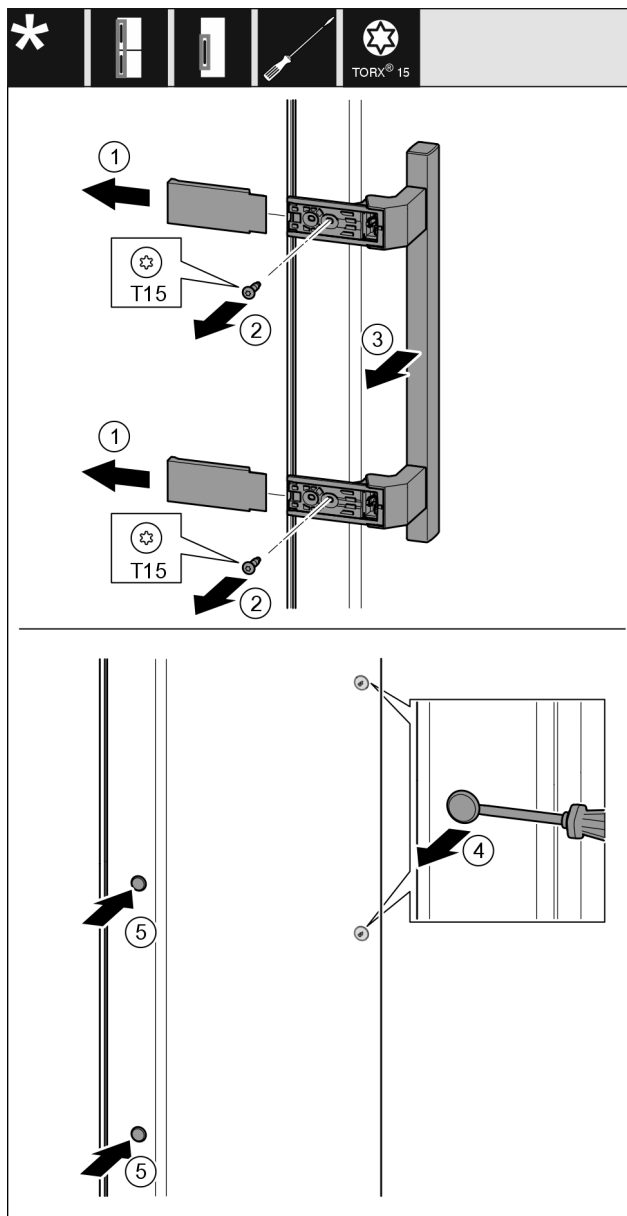

Fig. 8
- ▶ Снимите крышку. Fig. 8 (1)
- ▶ Выкрутите винты отверткой Torx 15. Fig. 8 (2)
- ▶ Снимите ручку. Fig. 8 (3)
- ▶ Осторожно поднимите шлицевой отверткой боковые заглушки и извлеките их. Fig. 8 (4)
- ▶ Снова вставьте заглушки с другой стороны. Fig. 8 (5)